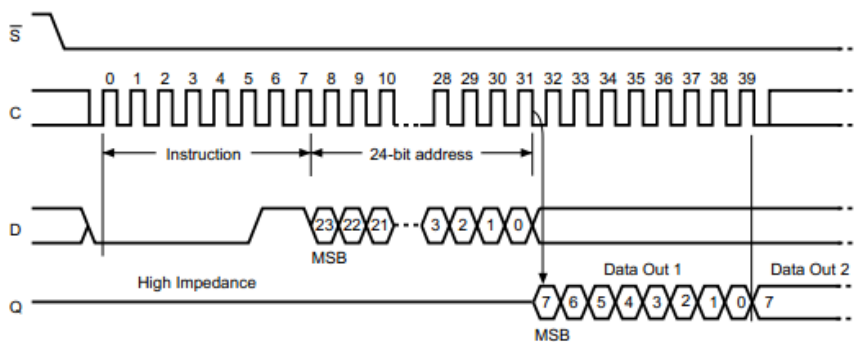

图 15-6 读时序
(4) 接收（字节读）的实现。在实现读字节功能的时候，第一次发送读指令后，紧接着芯片就会回送数据，这时芯片会自动累加地址，因此需要人为控制所读数据的范围，读时序如图 15-6 所示。